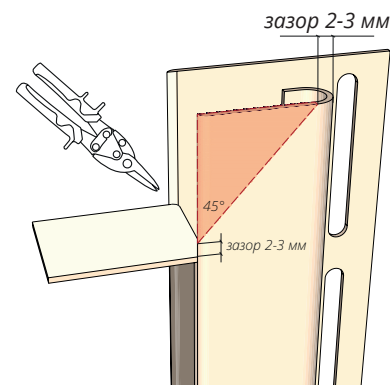
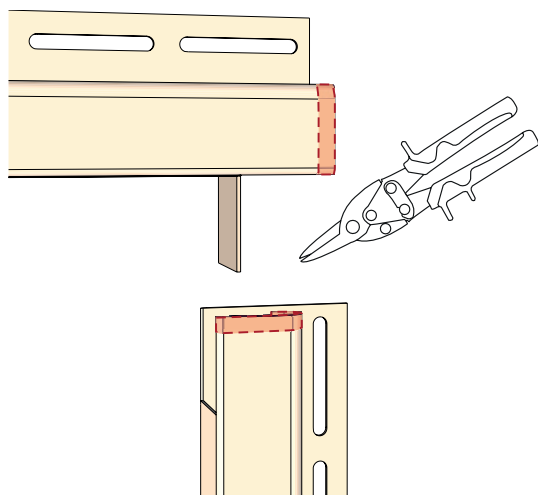
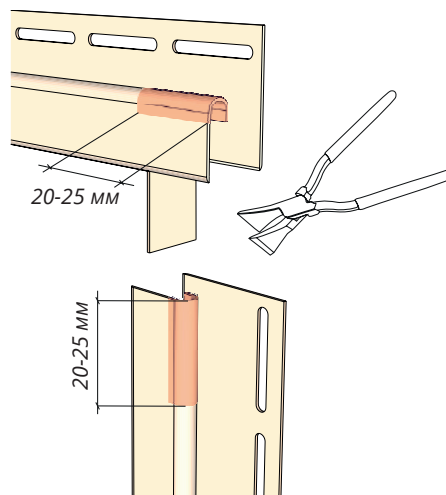

Рисунок 47
Рисунок 50
Рисунок 51
- 14.4** Если соединение лицевой части нужно сделать под 45°, подрежьте J-профиль согласно рис. 47.
- 14.6** В случае если лицевые части J-профиля выступают, их нужно подрезать, подогнать (рис. 50). Обожмите края J-профиля (рис. 51), используя клещи. При соединении J-профиля под 45° (рис. 47) обжим делать не нужно. Соединение с противоположной стороны J-профиля делается аналогично. После монтажа J-профили должны оставаться подвижными.